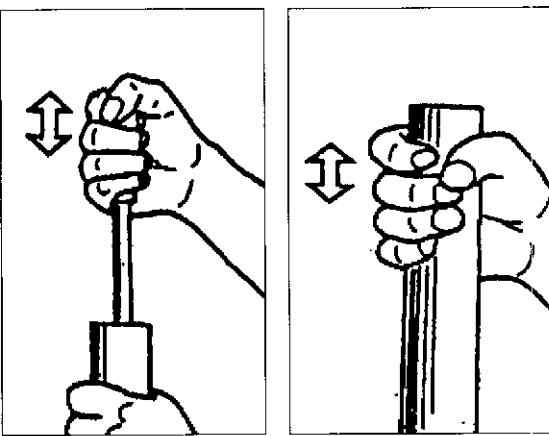

Fig. 6A
- 12) Pompare lentamente l'asta del pistone e la gamba per più di 10 volte facendo compiere una corsa di circa 100 mm (Fig. 6A).
- 12) Pump the piston rod and leg slowly more than 10 times (Fig. 6A).